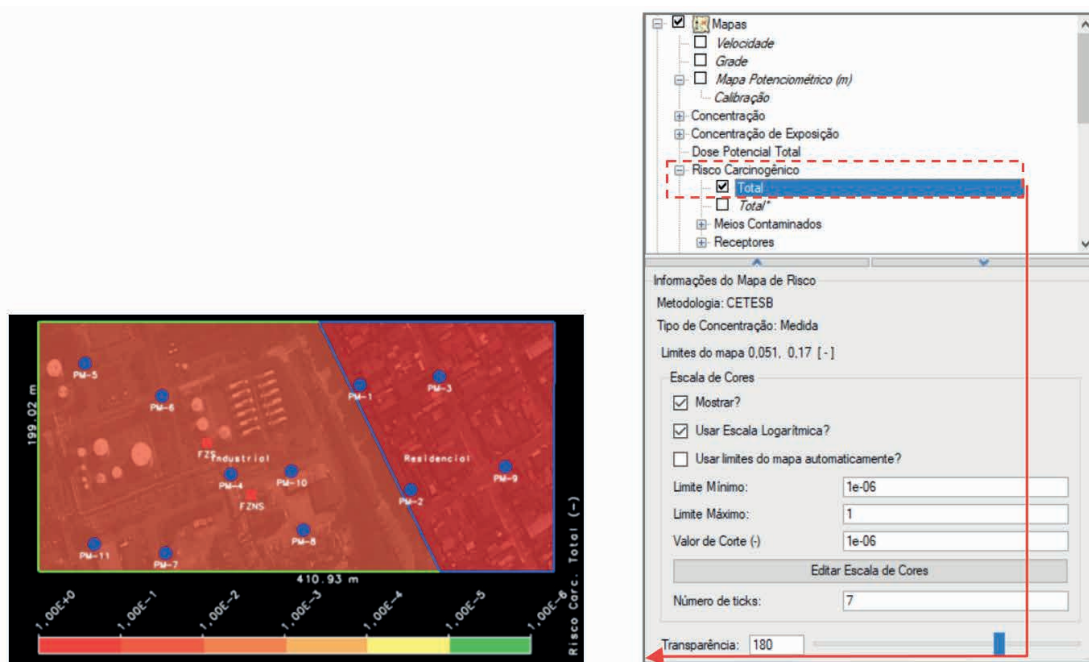

Figura 2.155 Exemplificação do Mapa de Risco Carcinogênico Total.
- Mapas de Risco Carcinogênico e Não Carcinogênico: os mapas gerados a partir do cálculo do risco à saúde humana incluem: *Total* (carcinogênico e não carcinogênico, considerando múltiplas rotas de substâncias químicas), *Meios Contaminados* (múltiplas rotas e substâncias químicas) e *Receptores* (múltiplas rotas e substâncias químicas). Abaixo são exemplificados alguns mapas de risco (carcinogênico) calculados a partir de concentração medida e simulada (Figura 2.155).